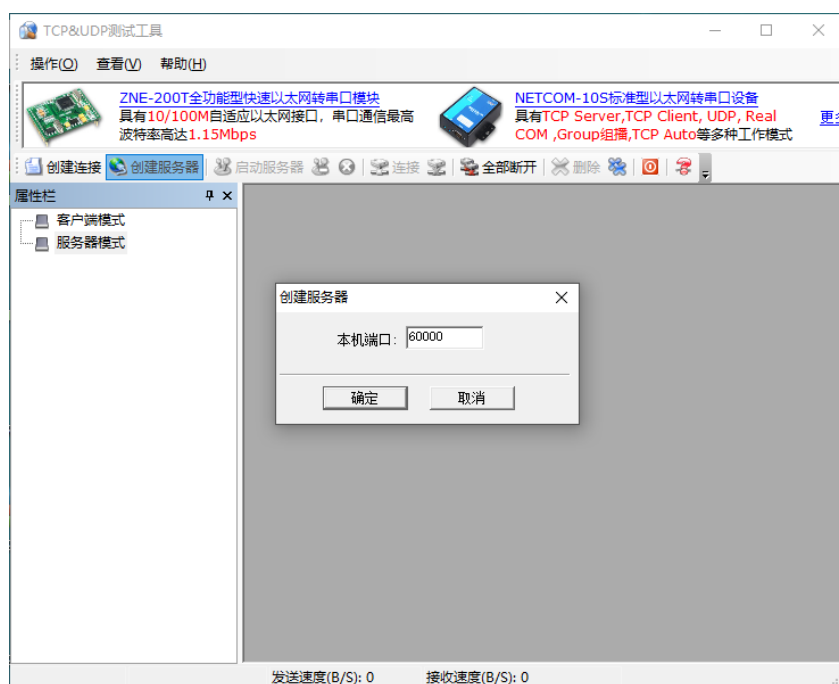

图 10-8 TCP Server 创建
(2) 将电脑 IP 设置为 192.168.0.1 (与模块内设置的远程 IP 一致), 打开“TCP&UDP 测试工具”, 创建服务器端口设置为 60000, 其他参数设置如图 10-8 所示。